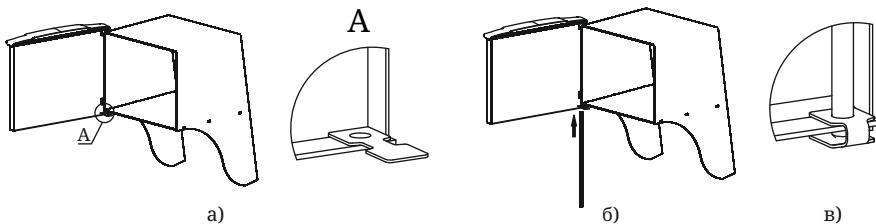

Рисунок 6. Установка дверцы при монтаже печи
2. Установите дверцу на втулки топливного канала, совместив отверстия (рисунок 6.а);
3. Совместите отверстие упора с нижним отверстием каркаса, при этом упор должен располагаться внутри каркаса (рисунок 6.а);
4. Вставьте ось через отверстия снизу вверх (рисунок 6.б),
4. Подогните упор, фиксируя конец оси между площадками упора (рисунок 6.в).